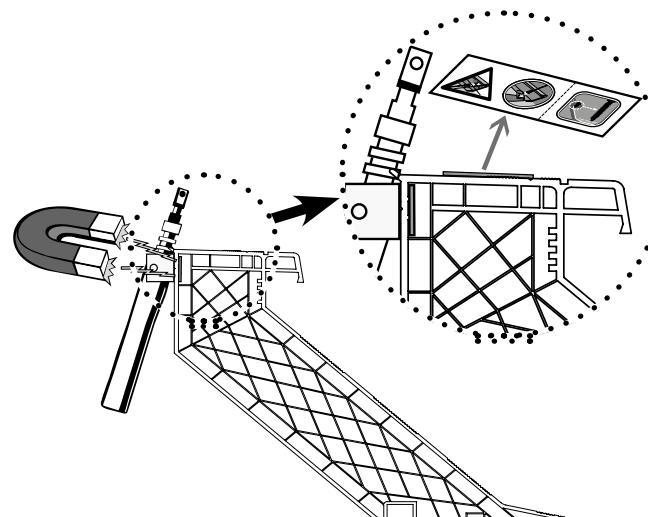

Fig. 3
- Während der Montage von einem Spindel oder Motor, soll dieser immer auf der Seite versehen von einer Metallinseration, montiert werden (siehe Bild 3). Es handelt sich um die Seite mit dem Aufkleber.